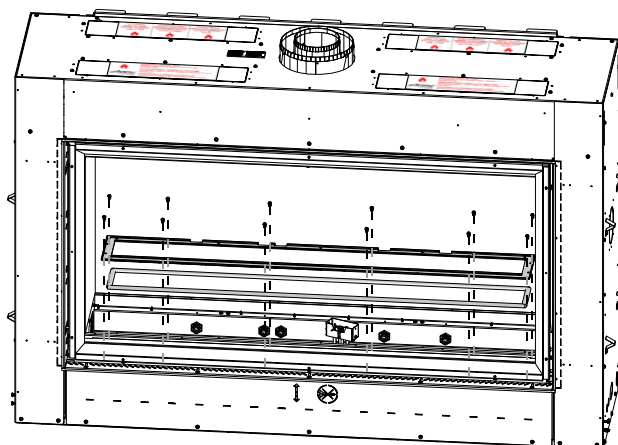

Fig. 2
- E. Retirez le support du lit de braises et la vitre en enlevant les vis de fixation et en les soulevant de l'appareil (**Fig. 2**).